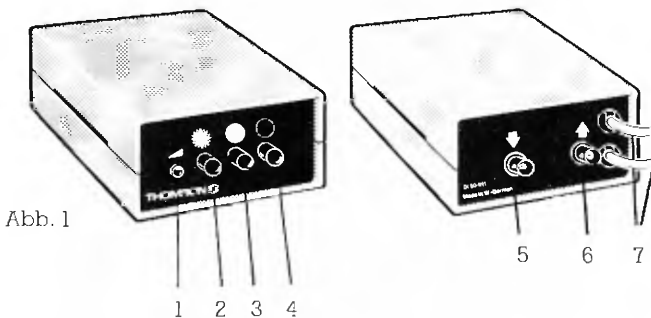

Abb. 1
II - Beschreibung (Abb. 1)
Hierzu bringen Sie die Einsteller (3) und (4) (Abb. 1) auf Linksanschlag. Wenn Sie nun den Helligkeitsregler (2) etwa in Mittelstellung bringen, gelangen Sie zu einem Punkt, an dem der Signalindikator (1) entweder gerade erleuchtet oder verloschen ist. Dies ist die optimale Mitteneinstellung. Nun können Sie das Videosignal über die Eingangsbuchse anschließen.
Wenn Sie in dem zuvor beschriebenen Programm mit dem Lightpen die Bildtaste „Kamera“ anwählen, erscheint – bei angeschlossenem Videosignal – nun das digitalisierte Bild auf dem Monitor des Computers. Sie können nun die Helligkeit nach ihren Wünschen verändern und mit den Einstellern (3) und (4) (Abb. 1) dem Bild ein grobes oder feines Raster unterlegen. Der richtige Rasterfaktor hängt erfahrungsgemäß vom jeweiligen Bildmotiv ab. So wird man z. B. bei der Aufnahme von Zeichnungen mit starkem Kontrast, also ohne zusätzliche Rasterung arbeiten, während bei Portraits ein Raster sehr effektiv wirken kann.